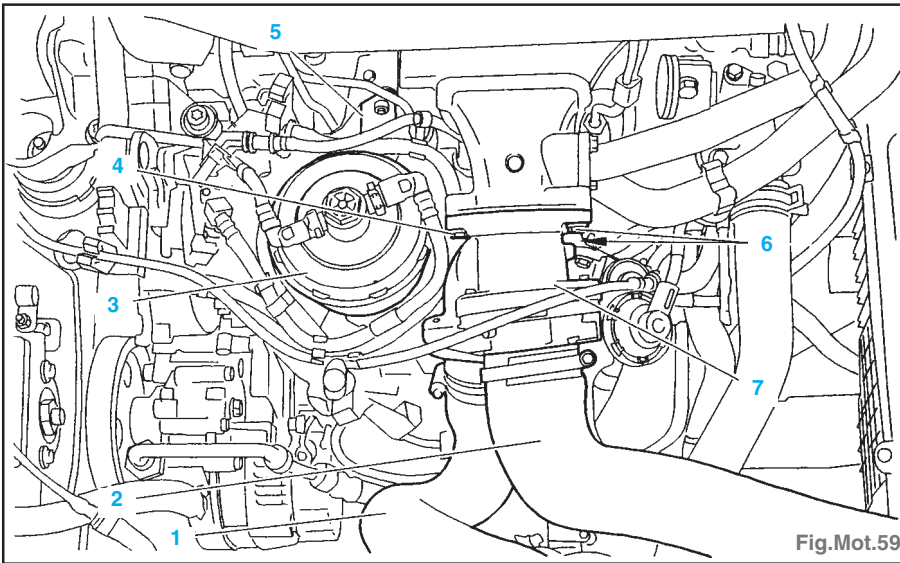

Fig.Mot.59
- Désaccoupler et écarter le tube (1 et 2) (Fig.Mot.59).
- Déposer le filtre à carburant complet (3), le support (5) et la vis (4).
- Desserrer les vis (6), écarter le boîtier d'admission (7).